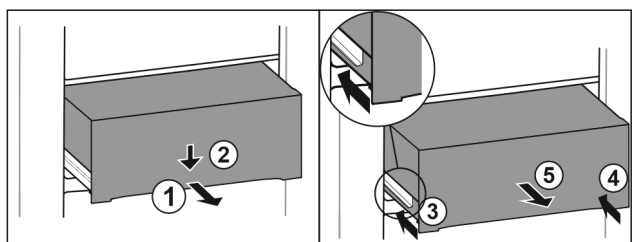

Fig. 139
- ▶ 将抽屉拉出一半。 Fig. 139 (1)
- ▶ 朝下按压正面的抽屉。 Fig. 139 (2)
- ▶ 将左侧轨道推入大约 2 cm。 Fig. 139 (3)
- ▶ 将右侧轨道推入大约 2 cm。 Fig. 139 (4)
- ▶ 朝前取出抽屉。 Fig. 139 (5)